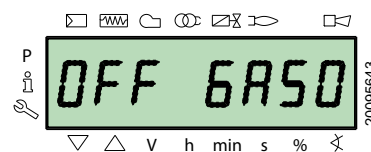

Fig. 42
- gasóleo “OFF GASO” (Fig. 42)